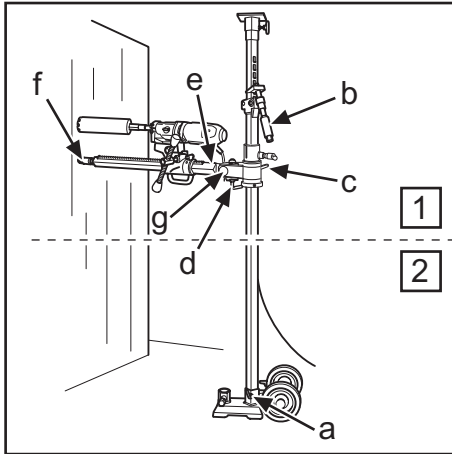
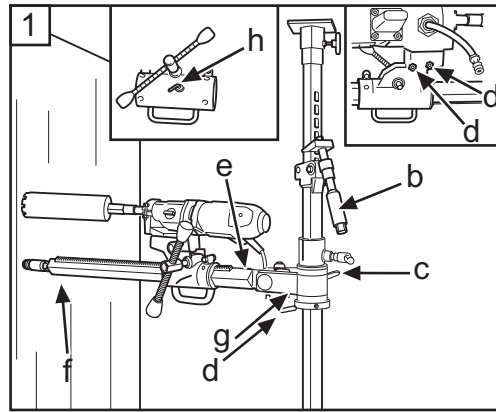

Fig.3
Fig.4
- Para perforar a más de 1,5 m de altura, el tubo exterior grueso debe estar orientado hacia arriba, y al revés para perforar a menos de 1,5 m de altura. Comprobar que el puntal está bloqueado en la placa base con el tornillo de fijación (a) (fig. 3).
- 5. Fijar la caja de alimentación en la columna de perforación (h) (fig. 4).
- 6. Montar la perforadora en la fijación rápida de la caja de alimentación. Apretar las tuercas cónicas (d) (fig. 4/12) con una llave de 24 mm.
- Se a perfuração vai ser feita a uma altura superior a 1,5 m, o tubo grosso externo deverá estar voltado para cima, ou ao contrário se vai ser feita abaixo de 1,5 m. Certifique-se de que a escora está travado na placa base com o parafuso de bloqueio (a) (Fig. 3).
- 5. Fixe a caixa de alimentação na coluna de perfuração (h) (Fig. 4).
- 6. Monte a perfuradora na fixação rápida da caixa de alimentação. Aperte as porcas cónicas (d) (Fig. 4/12) com a chave de 24 mm.
- When drilling is to be performed at a height greater than 1.5 metres, the heavier outer tube should be turned upwards and vice versa when drilling below 1.5 metres. Check that the support column is clamped in the base plate with the locking bolt (a) (Fig. 3).
- 3. Clamp the telescopic support column against the ceiling, choose the closest hole in the holed inner tube. Clamp using the support column handle (B) and screw the last bit using a 24 mm spanner, do not clamp too tight.
- 5. Secure the feed housing on the drill column (h) (Fig. 4).
- 6. Fit the drilling machine in the quick-action attachment on the feed housing. Tighten the conical nuts (d) (Fig. 4/12) with a 24 mm spanner.
5. Inclinar la columna de perforación hacia atrás y fijarla con el mango en L (d) y la tuerca (g) (figura 3). Para la perforación inclinada, aflojar el mango en L (d) e inclinar la columna de perforación en el ángulo deseado, apretando la tuerca (g) con una llave de 30 mm (fig. 4).
6. Controlar la posición de la broca de corona. Enroscar el tornillo de puntal (f) (fig. 3/7) contra la pared para fijar la columna de perforación. Fijar con una tuerca de seguridad de 30 mm (f) (fig. 3/7), usando una regla de madera o similar como separador.
- La columna de perforación es girable en 360° y se fija en cada posición con un tornillo Allen de 8 mm (e) (fig. 3/4).
5. Incline novamente e levante a coluna de perfuração, fixe com o punho em L (d) e a porca (g) (fig. 3). Para perfuração inclinada, afrouxa-se o punho em L (d) e coloca-se a coluna de perfuração na posição desejada apertando a porca (g) com a chave de 30 mm (Fig. 4).
6. Controlar a posição da coroa da broca. Enroscar o parafuso de escora (f) (Fig. 3/7) contra a parede para fixar a coluna de perfuração. Fixar com a porca de segurança de 30 mm (f) (Fig. 3/7), usando um calço de madeira ou similar como separador.
- A coluna de perfuração pode rodar 360° e é fixada na posição desejada com uma chave Allen de 8 mm (e) (Fig. 3/4).
5. Tilt back and fold up the drill column, secure with the L-handle (d) and nut (g) (fig. 3) When angle drilling loosen the L-handle (d) and the drill column is set at the required angle by tightening the nut (g) using a 30 mm spanner (Fig.4).
6. Check the position of the drill bit. Screw in the support column screw (f) (Fig. 3/7) against the wall to secure the drill column. Secure with the locking nut 30 mm (f) (Fig. 3/7), use a wooden batten or the like as packing.
- The drill column can be turned through 360° and locked in respective positions using an 8 mm hex-key (e) (Fig. 3/4).